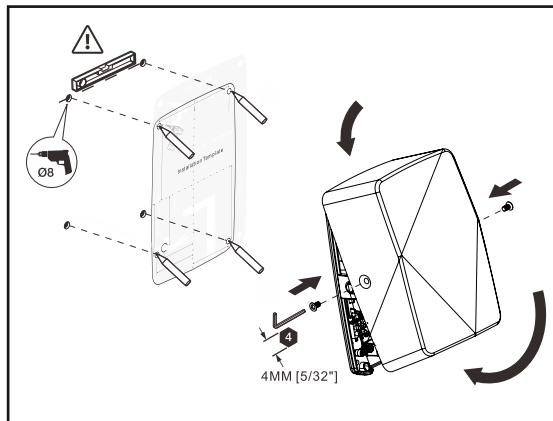

Рисунок 2
- Разместите крепёжный шаблон на стене на желаемую высоту и отметьте места расположения 4-х монтажных отверстий (Рис. 2).
- Открутите два винта, расположенные в боковых частях корпуса, при помощи шестигранного торцевого ключа и один фиксирующий шуруп в верхней части задней стенки сушилки (Рис. 2).
- Вставьте в просверленные отверстия дюбели и закрепите сушилку на стене при помощи шурупов, входящих в комплект поставки (Рис. 2).